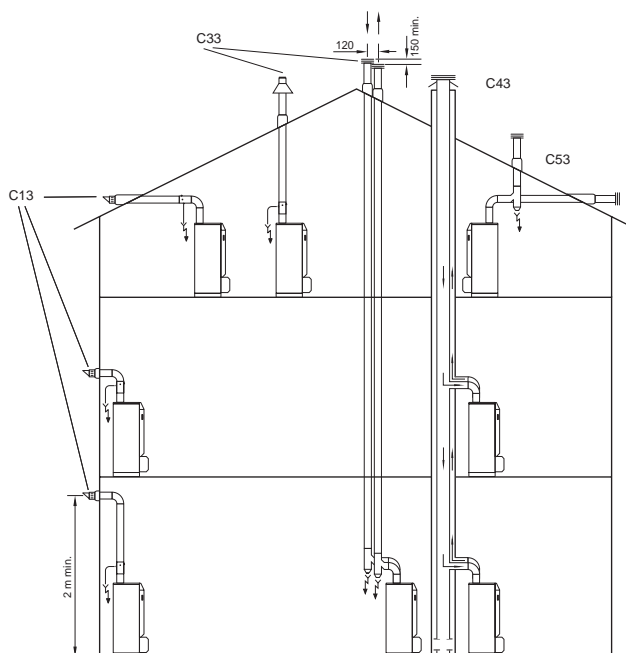

Fig. 1b: Collegamento dei modelli SV e MV
2.2.2 COLLEGAMENTO STAGNO (CALDAIE TIPO: C...) – FIG. 1B